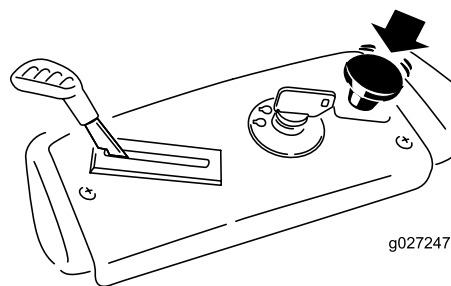

Figura 12
1. Desengate as lâminas movendo o interruptor de controlo da lâmina para DESLIGAR (Figura 12).